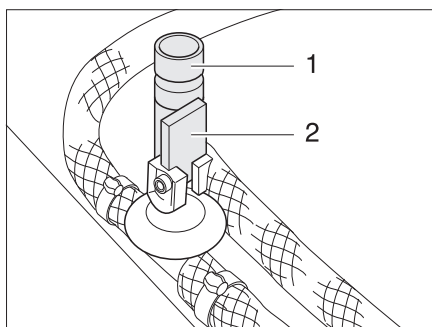

Fig. 121 Robinets de vidange pour chauffe-eau Truma
- Fermer tous les robinets de vidange pour chauffe-eau. Pour cela, mettre le levier à bascule (Fig. 121,2) à l'horizontale et faire tourner le capuchon (Fig. 121,1) dans le sens des aiguilles d'une montre.
- Ouvrir tous les robinets de vidange pour chauffe-eau. Pour ce faire, placer le levier à bascule (Fig. 121,2) à la verticale et faire tourner le capuchon (Fig. 121,1) dans le sens inverse des aiguilles d'une montre.